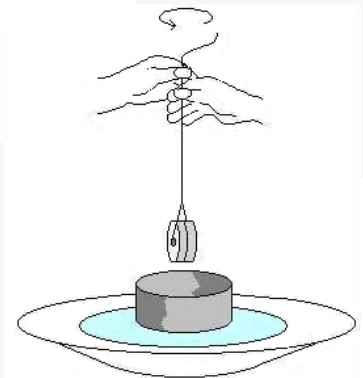

Rys. 2
**4. Diodę elektroluminescencyjną, zabezpieczoną dołączonym szeregowo opornikiem 68 k $\Omega$ , łączymy równoległe z wyłącznikiem oświetlenia (rys. 2). Jak będzie zachowywać się dioda przy zapaleniu i gaszeniu światła? Jest to problem, który stawiamy przed uczniami przed wykonaniem doświadczenia. Gdy wyłącznik jest zamknięty (żarówka się świeci), układ dioda-opornik jest zbocznikowany przez bardzo mały opór wyłącznika i praktycznie cały prąd płynie przez wyłącznik i żarówkę. Dioda nie świeci. Po otwarciu wyłącznika prąd o małym**